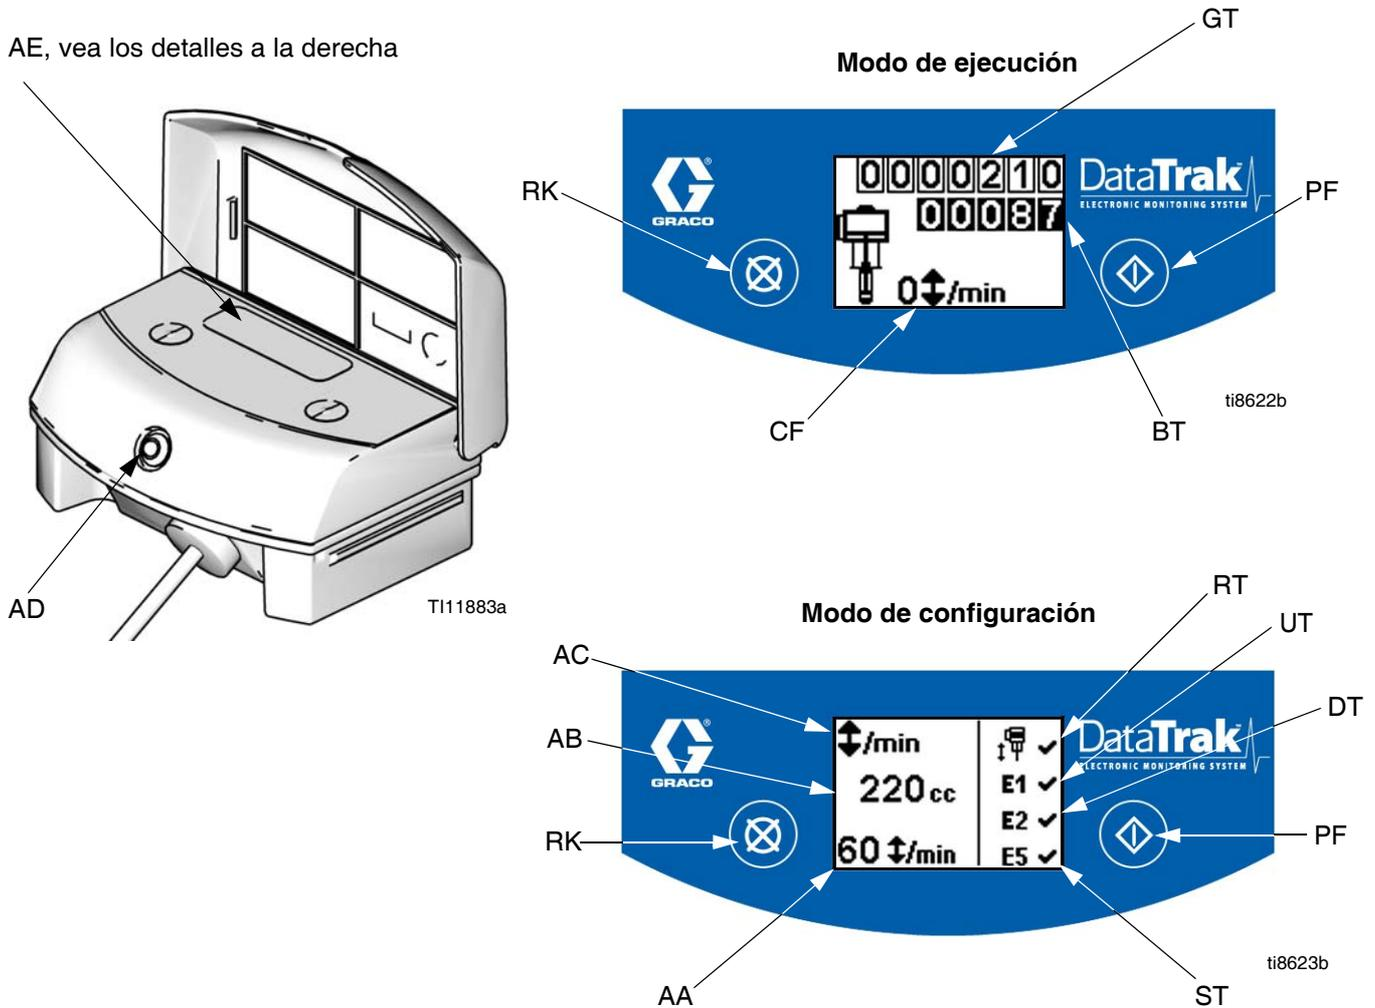

FIG. 7. Controles e indicadores de DataTrak
Leyenda para la FIG. 7
1. Vea la FIG. 7. Púlsela y manténgala pulsada  durante 5 segundos hasta que aparezca el menú de configuración.
NOTA: Cuando las opciones de error de embalamiento, E1, E2, y E5 están habilitadas, aparecerá una  en la pantalla de configuración. Vea la FIG. 7.
1. Vea la FIG. 7. Si se produce embalamiento de la bomba, se accionará el solenoide de embalamiento, parando la bomba. El LED (AD) destellará y la pantalla (AE) indicará una condición de embalamiento (vea la Tabla 1). La pantalla hará un ciclo a través de seis pantallas de instrucciones.
2. Pantallas de embalamiento 1 y 2: Para reposicionar el solenoide de embalamiento, cierre la válvula de aire principal (E). Espere a que el aire se haya purgado completamente del motor neumático.
3. Pantallas de embalamiento 3 y 4: Después de que se haya purgado el aire, pulse el botón de liberación del solenoide (J) hacia abajo para reposicionar la válvula de aire. El botón volverá hacia arriba cuando se presurice la válvula de aire.
5. Abra la válvula de aire (E) para volver a poner en marcha la bomba.
NOTA: Para inhabilitar la vigilancia de embalamiento, vaya al modo de configuración y configure el valor de embalamiento en 0 (cero) o conmute (RT) a OFF  (vea la FIG. 7).
1. Vea la FIG. 7. Para entrar al modo de cebado/lavado, pulse cualquier tecla para activar la pantalla, luego pulse . Aparecerá el símbolo de cebado/lavado en la pantalla y el LED destellará
2. Mientras está en modo de cebado/lavado, se inhabilita la protección contra embalamiento y el totalizador de lotes (BT) no contará. El totalizador global (GT) continúa recontando.
Vea la FIG. 7. El último dígito del totalizador de lotes (BT) representa décimos de galón o litro. Para reiniciar el totalizador, pulse cualquier tecla para activar la pantalla, luego pulse  durante 3 segundos.
Vea la FIG. 7. La pantalla (AE) se apagará después de 1 minuto de inactividad en modo de ejecución o de 3 minutos en modo de configuración. Pulse cualquier tecla para activar la pantalla.
DataTrak puede diagnosticar varios problemas de la bomba. Cuando el monitor detecta un problema, el LED (AD, FIG. 7) destellará y aparecerá en la pantalla un código de diagnóstico. Vea la Tabla 1.
| | E-4 | Componente de servicio 1 (unidades con protección contra embalamiento únicamente) | Problema al detener el embalamiento. | <ul style="list-style-type: none"> Solenoides dañados. Portaválvulas dañados. La protección contra embalamiento (RT, FIG. 7) puede estar habilitada con una bomba que no tiene una válvula de solenoides de embalamiento. Entre a la pantalla de configuración e inhabilita la protección contra embalamiento. |
| | E-6 | Fusible fundido | El fusible está fundido. Sustituya el fusible; vea la página 28. | <ul style="list-style-type: none"> Solenoides o cableado del solenoides defectuosos. Temperaturas extremas (superiores a 60°C [140°F]). La protección contra embalamiento (RT, FIG. 7) puede estar habilitada con una bomba que no tiene una válvula de solenoides de embalamiento. Entre a la pantalla de configuración e inhabilita la protección contra embalamiento. |